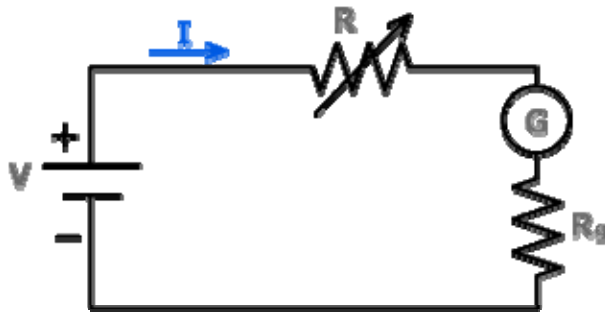

Figura 4.3
- Para medir la corriente de plena escala  $I_{pe}$  del galvanómetro instale el circuito de la figura 4.3. En éste circuito  $R$  es uno de los reóstatos disponibles en el laboratorio con valor nominal superior a  $2\ 500\ \Omega$ ,  $G$  es el galvanómetro suministrado para la práctica y  $V$  como fuente de alimentación puede ser empleada, una pila de 6 volt en buen estado ó una fuente de DC (Phywe) inicialmente en 0 volt. **“Verifíquelo”**